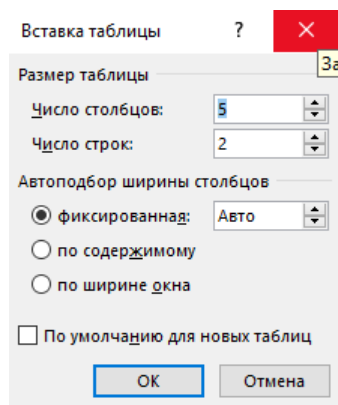

Рис.3.1 Диалоговое окно "Вставка таблицы".
- «Вставить таблицу...» открывает диалоговое окно «Вставка таблицы» (рис. 3.1). В открывшемся окне можно задать принцип автоподбора ширины столбца. При этом Word будет сам вычислять ширину столбцов в зависимости от их количества и размера страницы документа.;